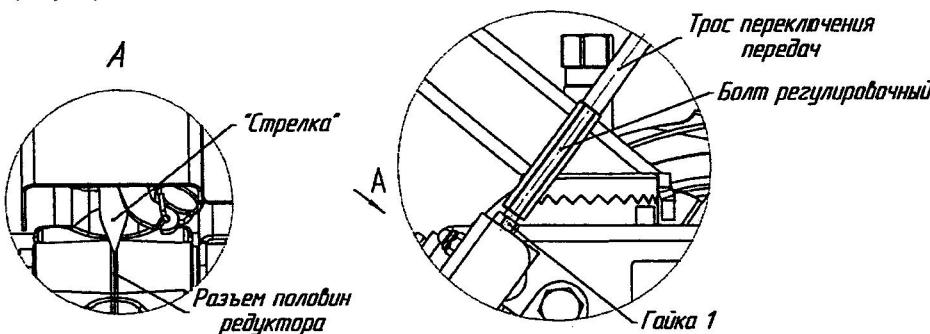

Рис.21 Регулировка переключения передач
2. Проверить расположение "стрелки" на редукторе, она должна указывать на разъем половин редуктора (рис.21).
3. Если "стрелка" смещена относительно разъема половин редуктора, то необходимо расконтрить Болт регулировочный отвернув Гайку 1 (рис.21).